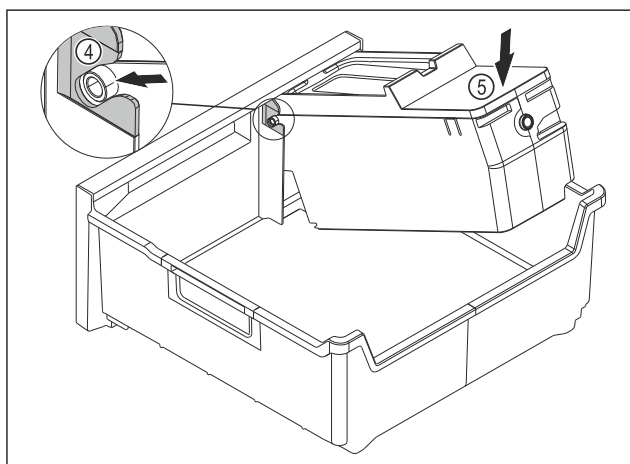

Fig. 64
- EasyTwist-Ice-Korpus montieren: Achsen des EasyTwist-Ice-Korpus in die Führungen Fig. 64 (4) einschieben.
- EasyTwist-Ice-Korpus Fig. 64 (5) hinten nach unten drücken.